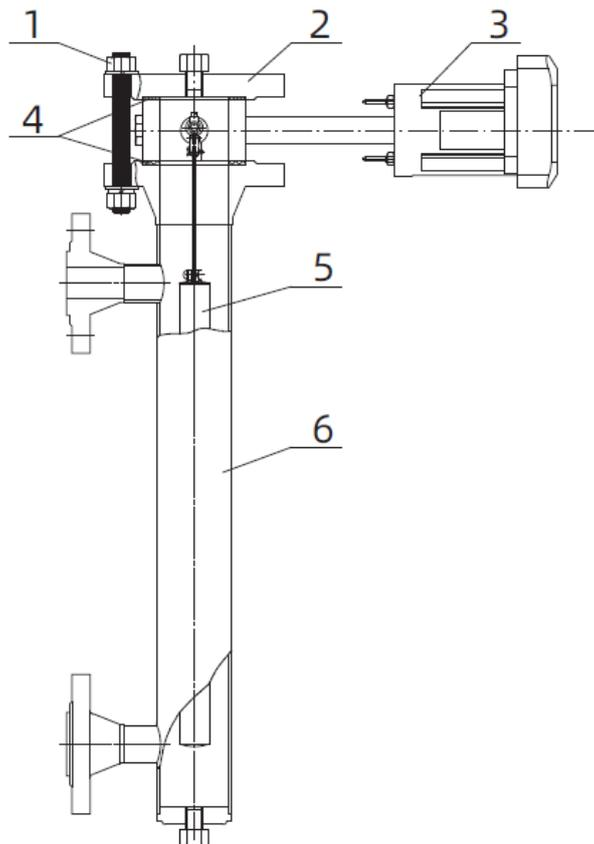

图 1 产品结构
### 2.1 产品主要结构-图 1
6.2.1 安装测量室时，外筒侧法兰轴线必须垂直于水平面，如果 ZTD 智能浮筒发讯器与其余零件是分体包装的，则按图 1 所示各零件位置安装，如果已经整体安装，则按 6.3.5 操作。